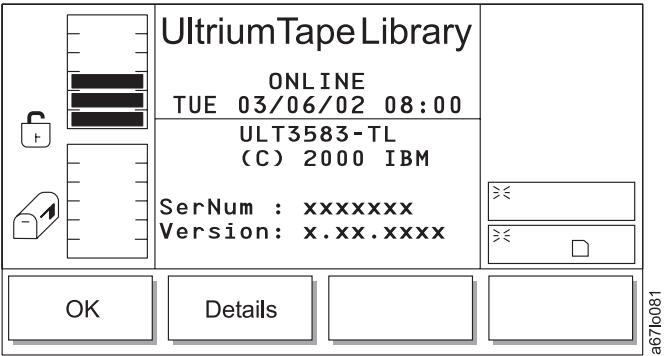

Abbildung 197. Informationsmenü
Das Informationsmenü zeigt die Seriennummer des Kassettenarchivs, den installierten Firmware-Stand und den Anwendungs- und Boot-Code für den Greifarm, die Laufwerkschlitten, die Hauptplatine und die Anzeige an. Wählen Sie **About** in der Alternativanzeige des Hauptmenüs aus, indem Sie den Knopf unter dem Programmfunktionssymbol **About** drücken (siehe Abb. 77 auf Seite 101). Das Informationsmenü erscheint (siehe Abb. 197).
Tabelle 146. Übersetzung von Abb. 197, Informationsmenü
- Wird **Details** ausgewählt, erscheint wieder das Informationsmenü (siehe Abb. 197 auf Seite 210).